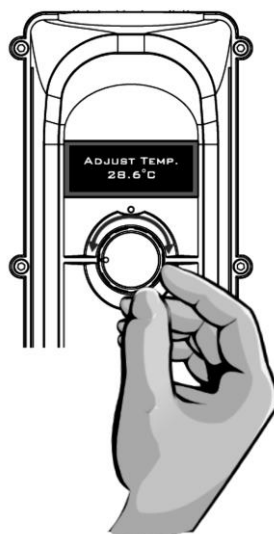

Abb. 13
Die Einstellung kann jederzeit geändert werden (gewünschte Wassertemperatur). Drehen Sie dazu den Auswahlschalter im oder entgegen dem Uhrzeigersinn, bis die gewünschte Temperatur auf der Anzeige steht (siehe Abb.13). Bestätigen Sie die Änderungen durch Drücken des Auswahlschalters (OK).